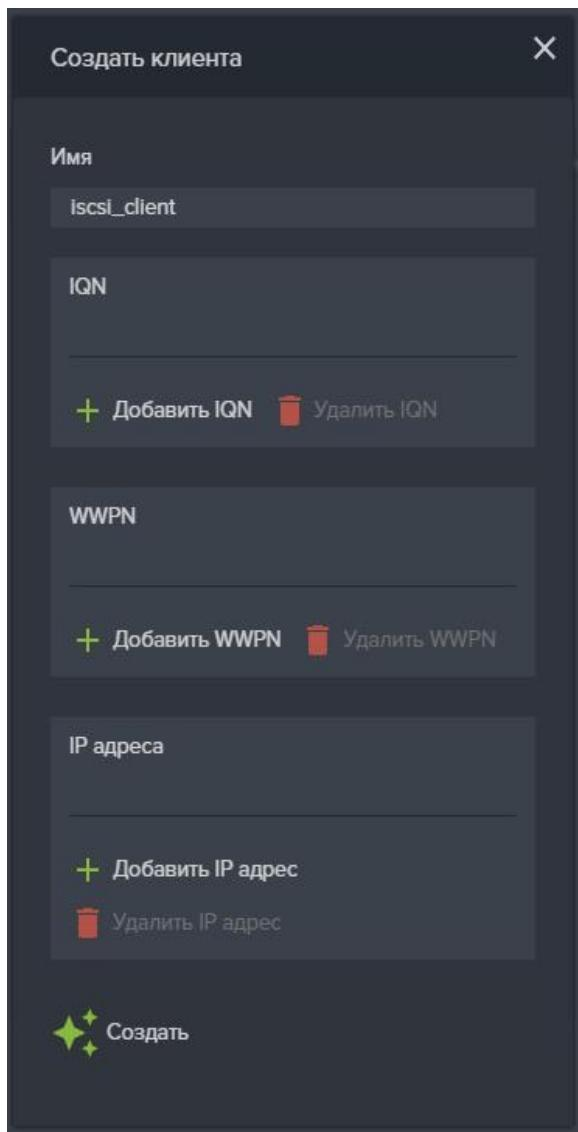

Рисунок 116. Окно создания iSCSI клиента
5. В поле «**Имя**» введите имя создаваемого клиента. (см. Рисунок 116);